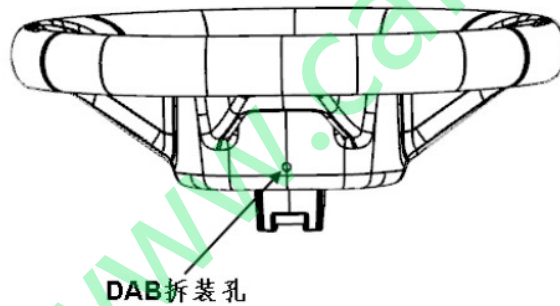

图 4-12
①用一字起子或同等类型的工具从转向盘后护盖前方的 DAB 拆装孔处插入（第一次拆装需捅破该处隔层）。如图 4-12 所示。